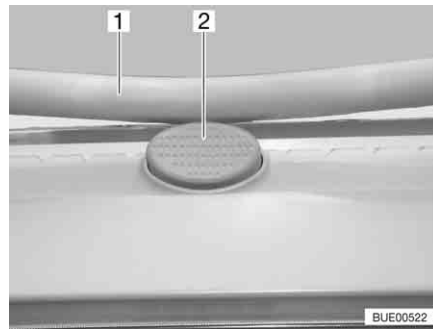

Fig. 54 Bouton de sûreté sur le lanterneau Heki
- Appuyer sur le bouton de sûreté (Fig. 54,2) et tirer l'étrier (Fig. 54,1) vers le bas avec les deux mains.
- Pousser l'étrier vers le haut avec les deux mains jusqu'à ce que ce dernier se trouve au-dessus du bouton de sûreté (Fig. 54,2).